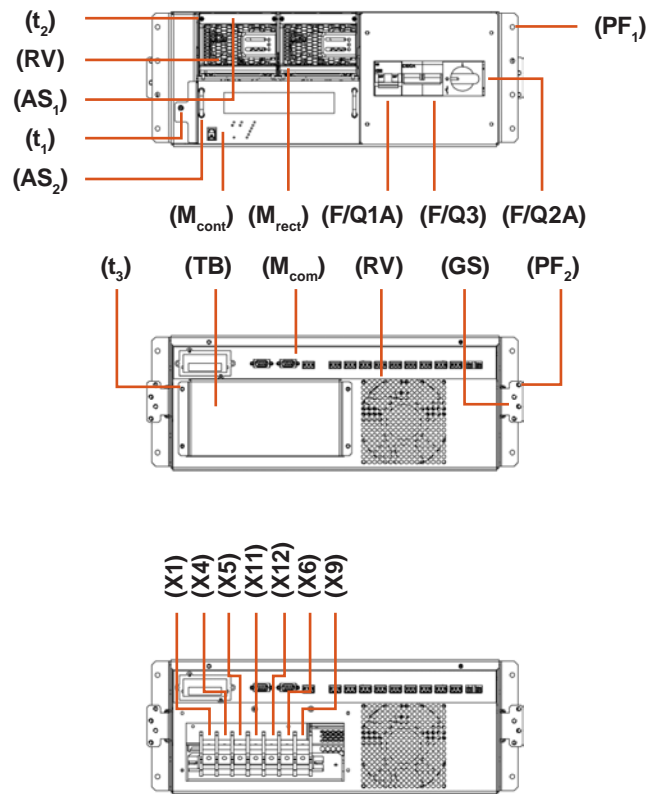

Fig. 2. Vue sous-rack de 19'' et 4U de hauteur.
La structure basique et minimale du système DC Power-S est en version sous-rack (Voir Fig. 2) et elle est composée par :
- En Sous-rack de 19". Avec une hauteur de 4 U et dessiné pour son installation à l'intérieure d'une armoire au moyen des guides de fixation (Voir Fig. 2).